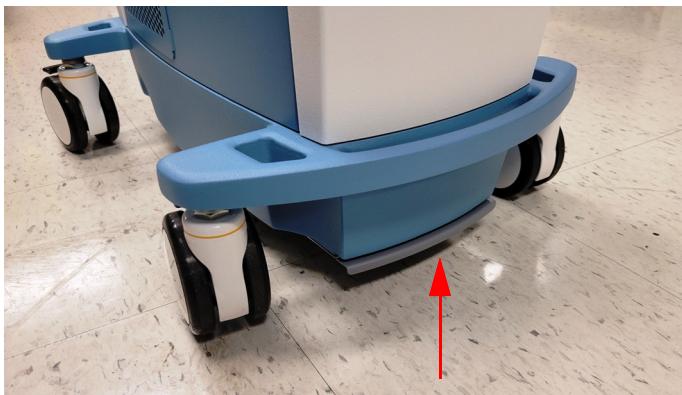

Figure 7.1. Bac à condensat
4. Faire glisser et retirer le bac du condensat sous l'avant de la console (voir la Figure 7.1).